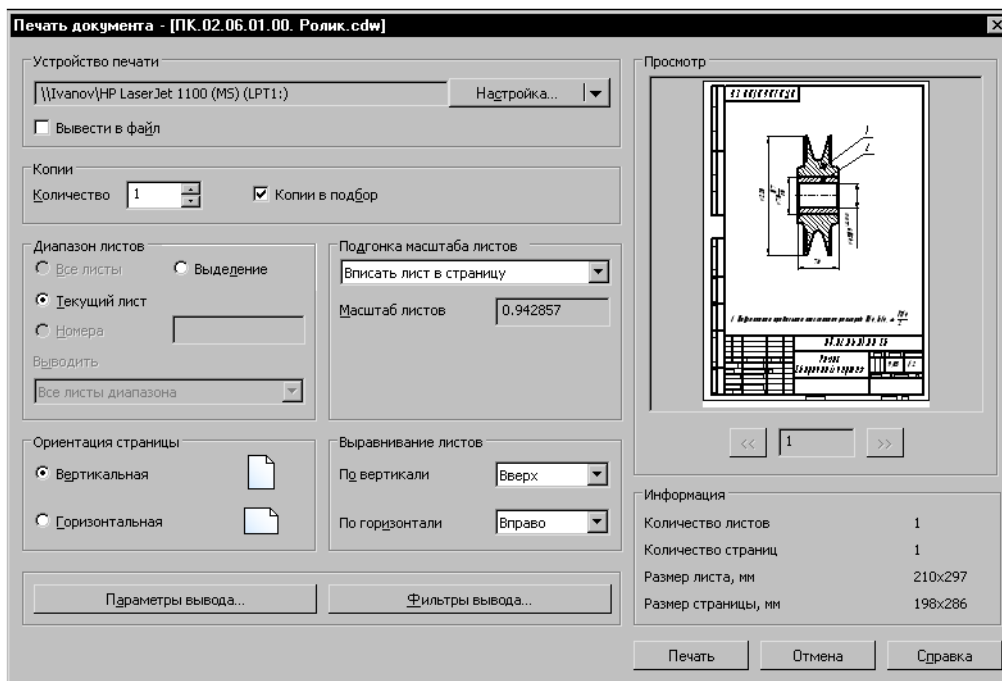
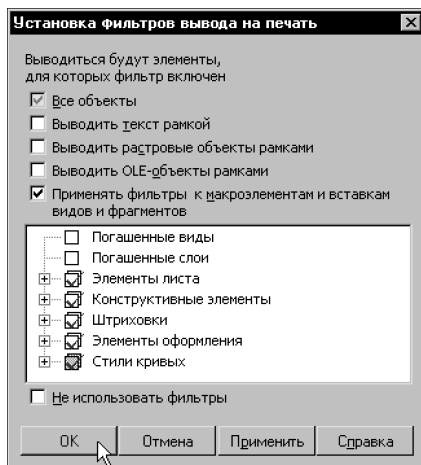
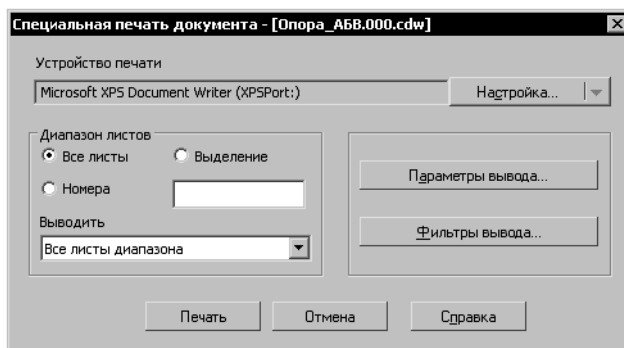

Рис. 96.1. Диалог настройки печати документов
Рис. 96.3. Диалог установки фильтров вывода на печать
Рис. 97.1. Диалог настройки параметров специальной печати
Чтобы напечатать документ, вызовите команду **Файл — Печать...** На экране появится диалог **Печать документа** (рис. 96.1).
1. В диалоге настройки печати или специальной печати документов (см. рис. 96.1 на с. 685 рис. 97.1) нажмите кнопку **Настройка...** Если после нажатия кнопки на экране появится сообщение о том, что настройки будут сохранены только в текущем сеансе работы КОМПАС-Строитель, нажмите кнопку **ОК**.
Дополнительные настройки параметров вывода документов на печать выполняются в диалоге, показанном на рисунке 96.2. Чтобы вызвать этот диалог, нажмите кнопку **Параметры вывода...** в диалоге настройки печати документов или специальной печати (см. рис. 96.1 на с. 685 и рис. 97.1).
Иногда требуется вывести документ таким образом, чтобы некоторые объекты оформления или некоторые графические объекты не были напечатаны. Для этого используются фильтры. Установка фильтров вывода на печать выполняется в одноименном диалоге (рис. 96.3). Чтобы вызвать этот диалог, нажмите кнопку **Фильтры вывода...** в диалоге настройки печати документов или специальной печати документов (см. рис. 96.1 на с. 685 и рис. 97.1 на с. 689). Установка фильтров вывода, настроенная в диалоге, не изменяет умолчательных настроек системы. Описание элементов управления диалога приведено в разделе 110.2 на с. 760.
Чтобы напечатать документ через механизм специальной печати, вызовите команду **Файл — Специальная печать....** На экране появится диалог **Специальная печать документа** (рис. 97.1).